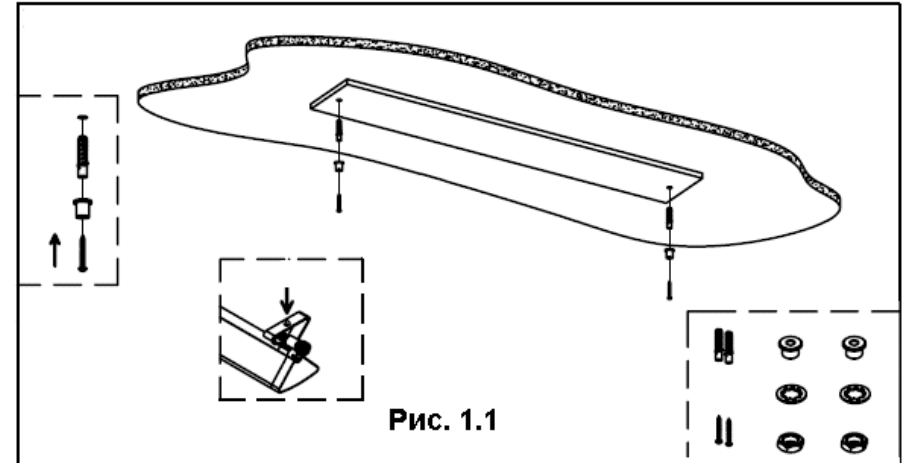

Рис. 1.1
- Наметьте и проделайте отверстия в монтажной поверхности, исходя из расположения установочных отверстий на монтажных кронштейнах светильника (Рис.1.1). Вставьте дюбели в подготовленные отверстия в монтажной поверхности;
- Прикрепите установочные винты, через отверстия в головке, к монтажной поверхности с помощью саморезов, используя подготовленные отверстия с дюбелями (Рис. 1.1);